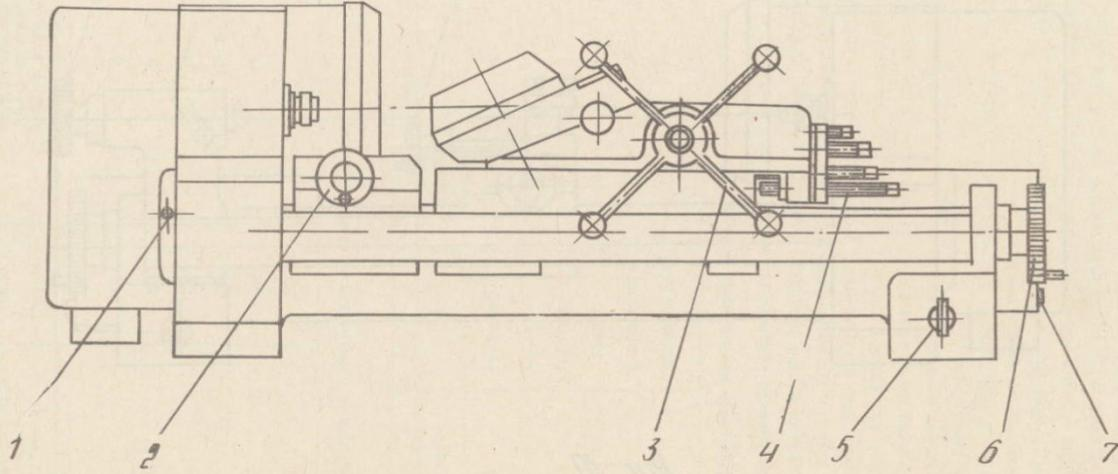

Рис. 9
6.1.1. Органы управления (рис. 9).